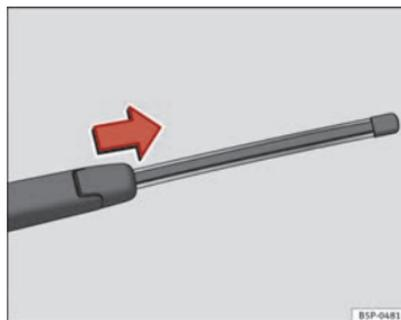

Fig. 142 Extraer la escobilla del limpiacuneta
- Separe el brazo del limpialuneta de la luneta ⇒ fig. 142.
- Deslice el adaptador de la escobilla en la dirección de la flecha y retire la escobilla ⇒ fig. 142.